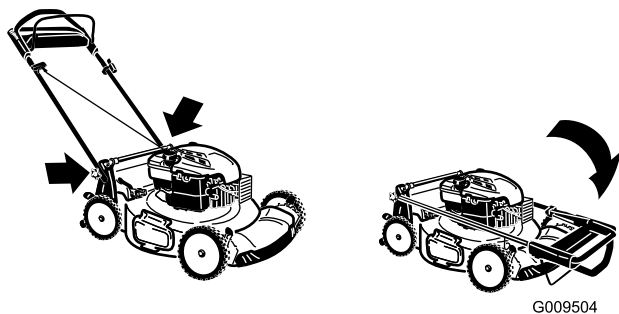

Рисунок 31
2. Поверните верхнюю рукоятку вперед, как показано на Рисунок 31.